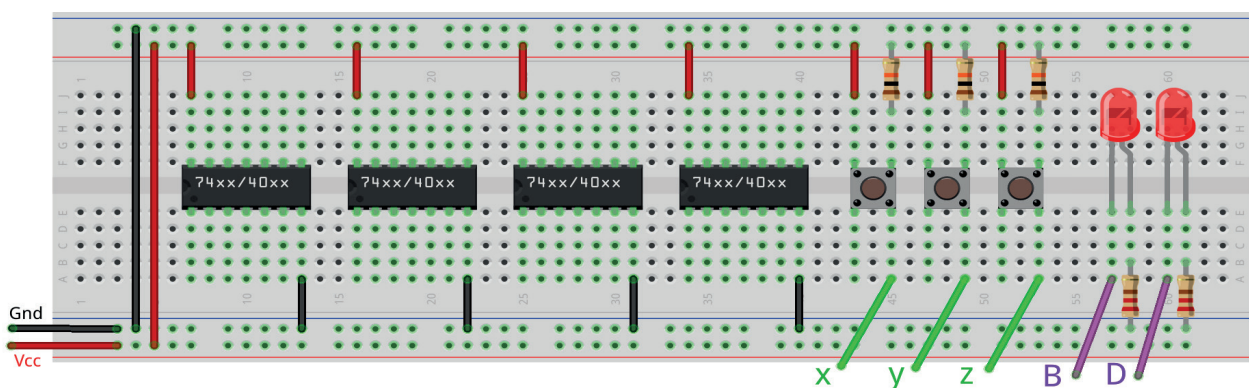

Figura 6.28 – Disposição dos componentes na placa de montagem.
- Monte o circuito na placa de montagem, conforme figura 6.28.